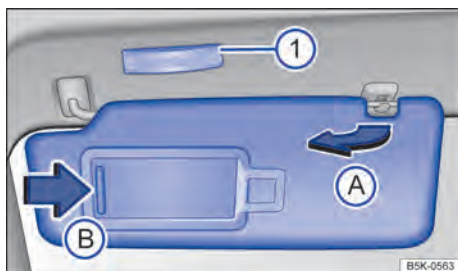

Fig. 84 Para-sol.
- Retirar o para-sol cuidadosamente do suporte segurando a base de fixação e virar na direção das portas → Fig. 84 **A**.
No para-sol rebatido para baixo encontra-se um espelho de cortesia atrás de uma cobertura. Ao abrir a cobertura → Fig. 84 **B** uma lanterna se acende **1**.